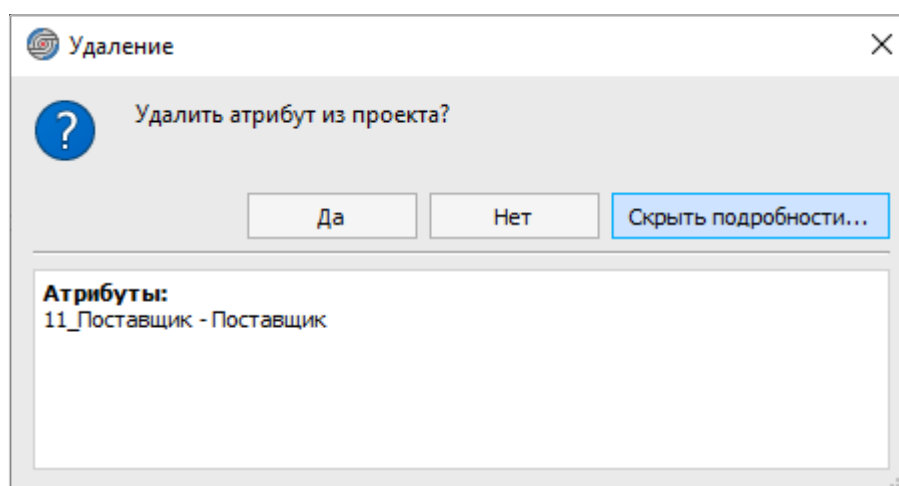

Рисунок 132. Удаление атрибутов
- 2) В открывшемся диалоговом окне нажать на кнопку «Да» (см. рисунок 132).